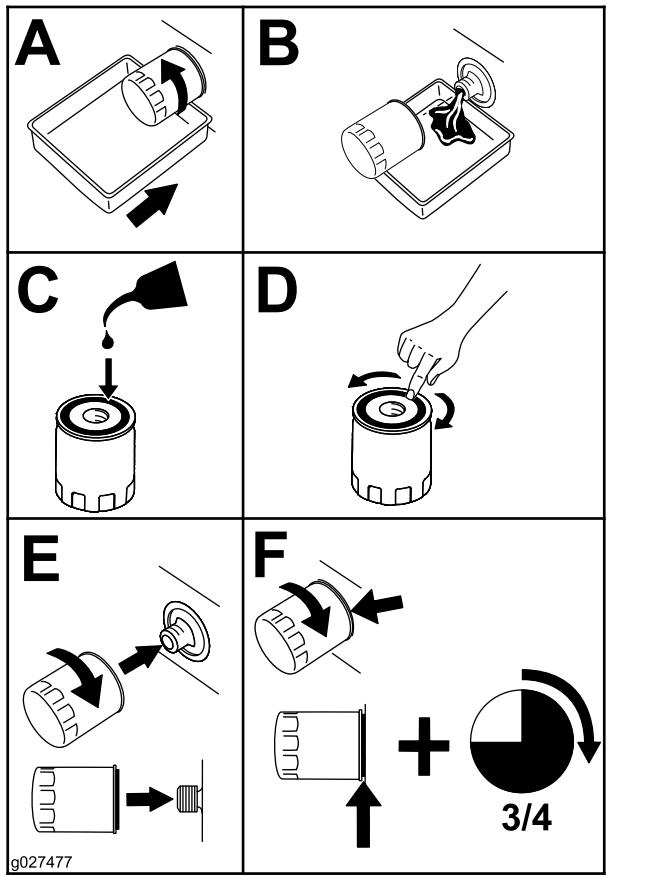

Figura 48
2. Cambiate il filtro dell'olio del motore (Figura 48).